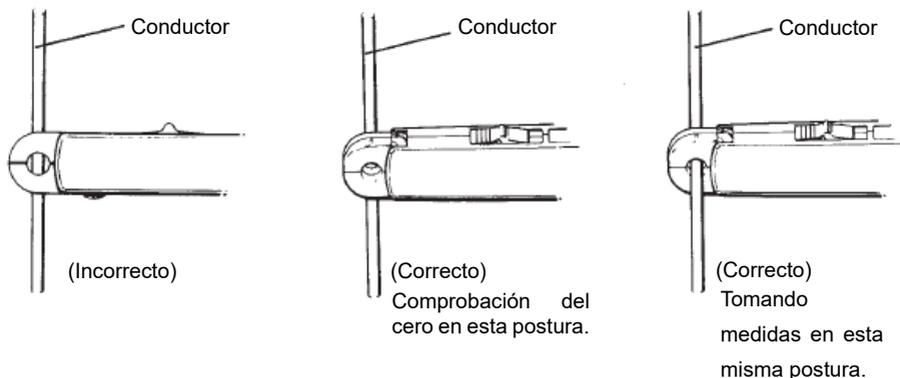

Fig. 4
- (4) Dado que el 2A CC range está diseñado con una sensibilidad muy alta, el magnetismo de la tierra afecta a la lectura de la pantalla en varios recuentos (sólo para corrientes CC). Cuando compruebe si la pantalla indica cero cerca del conductor bajo prueba, sostenga el instrumento en la misma postura en la que se utiliza para sujetar el conductor. Consulte la Fig. 4.